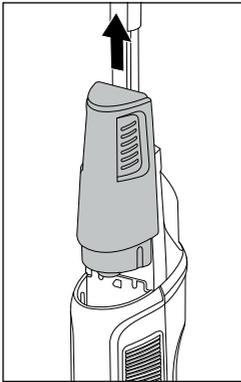

Fig. 6
- ▶  Remplissez uniquement de l'eau du robinet froide à chaude (jusqu'à max. 60 °C) ou de l'eau distillée dans le réservoir d'eau fraîche ❶. N'utilisez pas d'eau bouillante.
- ▶ N'utilisez jamais l'appareil sans eau dans le réservoir d'eau fraîche ❶.
- ◆ Saisissez le réservoir d'eau fraîche ❶ au niveau des poignées latérales et sortez-le par le haut de l'appareil (voir fig. 6).